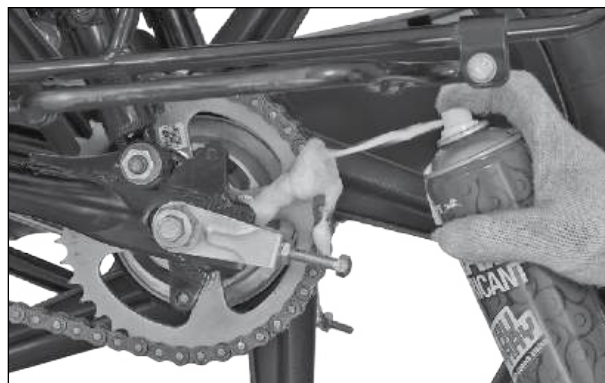

Fig. 2.65
- Usando TRU SPRAY lubrifique a corrente, enquanto gira a roda lentamente. (Fig. 2.65)